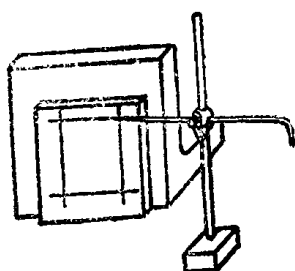

图 2-12 用划针盘划平行线
3) 用平台、划针盘划平行线 如果工件可以垂直安放在划线平台上 (紧靠方箱或直角铁的垂直面), 可用划针盘或高度游标尺按所需尺寸划出 (见图2-12)。